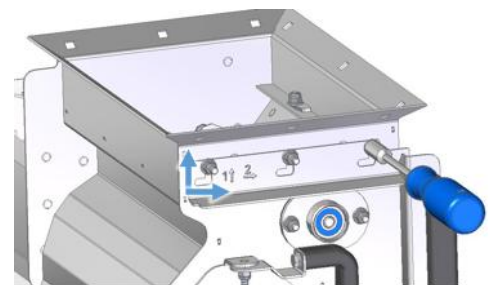
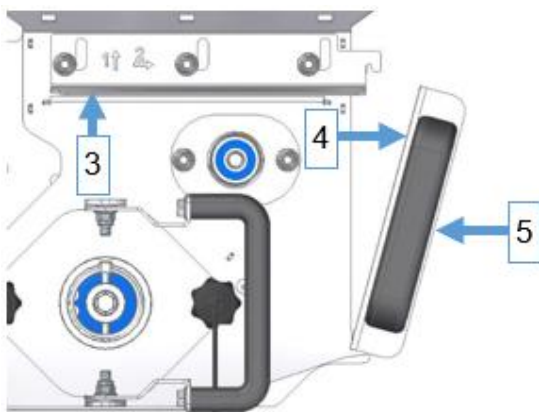

Abbildung 25
Abbildung 26
- Die Abdeckung wird zuerst nach oben und danach nach rechts bzw. auf der anderen Seite nach links geschoben (siehe Abbildung 25). Durch diesen Vorgang entsteht unter der Abdeckung ein Spalt und der Absperrschieber wird entriegelt, welcher leicht nach vorne kippt (siehe Abbildung 26).
- Der Absperrschieber wird am Griff entnommen (siehe Abbildung 26).